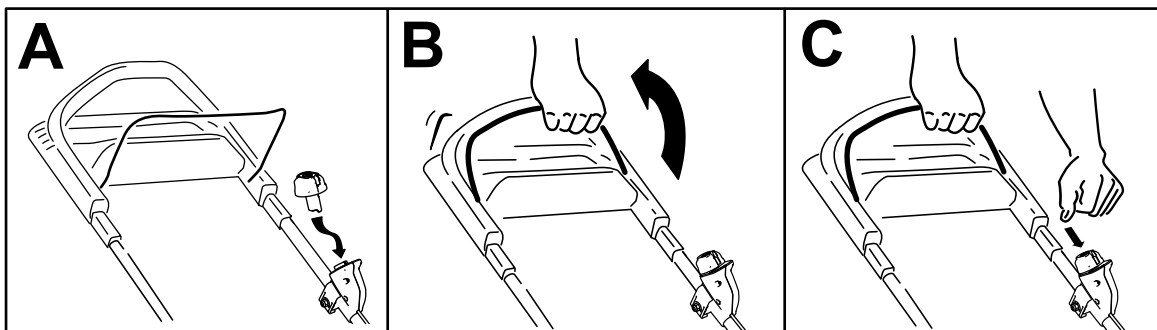

Figura 12
2. Introduceți butonul de pornire electrică în comutatorul demarorului (A din Figura 12).
3. Strângeți bara de comandă pentru lamă și înclinați-o spre mâner (B din Figura 12).
4. Apăsai butonul de pornire electrică și mențineți-l apăsat până când pornete motorul (C din Figura 12).